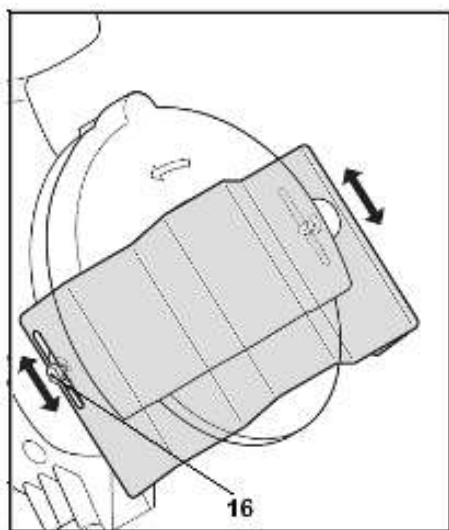

Рис. 4
3. Настройка регулируемого щитка (Рис. 4)